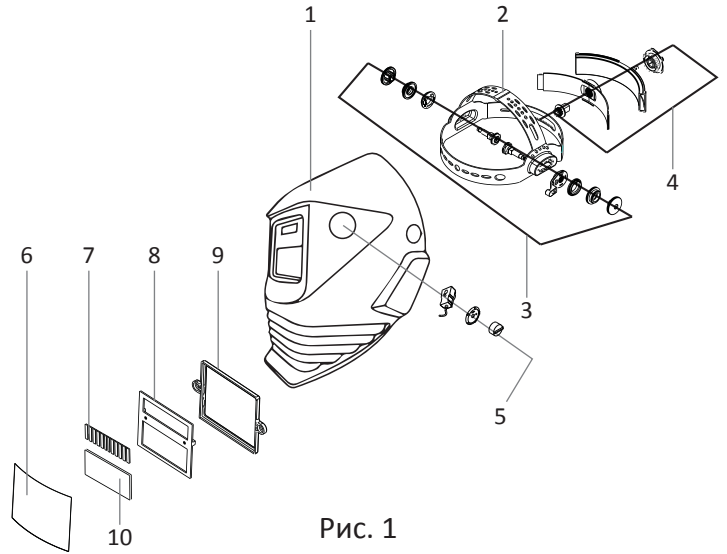

Рис. 1
1. Загальний вигляд представлений на рис. 1.
- 1) Виберіть відповідний рівень затемнення за допомогою регулятора 5 (рис. 1) відповідно до конкретного виду зварювання. Налаштування рівня затемнення відбувається в межах від 9 до 13 (рис. 3).